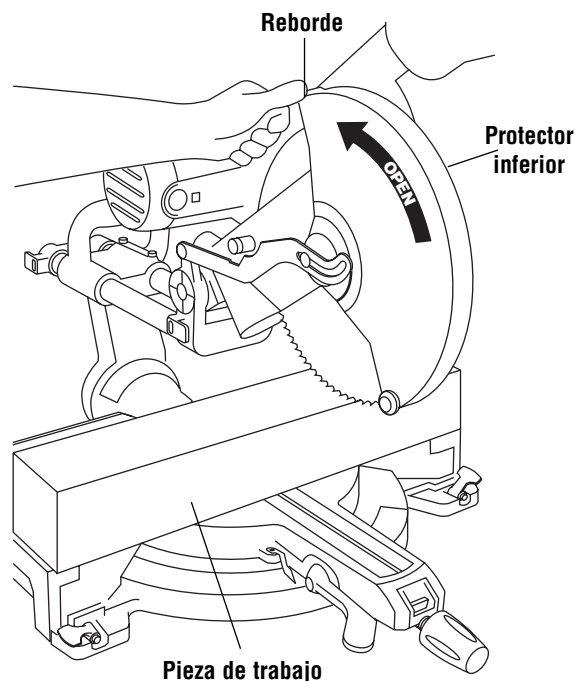

Figura 18. Subida del protector inferior
- La pieza de trabajo debe sujetarse firmemente con abrazaderas. Esto deja libre una mano para subir el protector por el reborde justo lo suficiente para que no toque la pieza de trabajo (Figura 18).